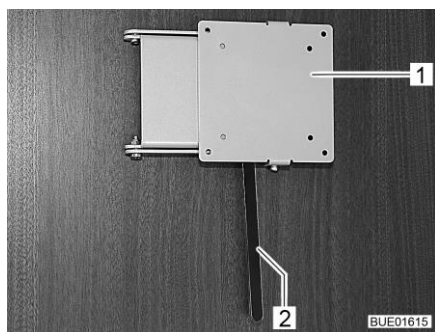

Fig. 108 Supporto con leva di sbloccaggio
- Spingere di lato la leva di sbloccaggio (Fig. 108,2) e ruotare il supporto (Fig. 108,1) con lo schermo piatto nella posizione desiderata.
- Riportare indietro lo schermo piatto finché il supporto (Fig. 108,1) non si innesta nel bloccaggio.